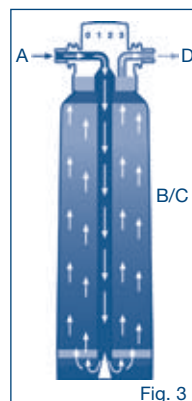

Fig. 3
Het ongezuiverde water (A) stroomt naar de filterpatroon (afb. 3). In gedeelte (B) worden deeltjes via een voorfilter verwijderd en geur- en smaakstoffen, bijv. chloor, worden met actief koolstof verwijderd (C).